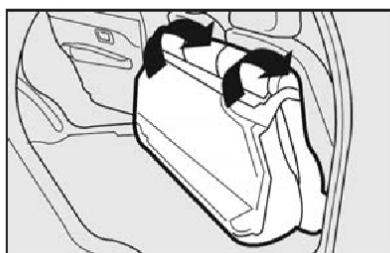

fig. 66
4) Rebater para a frente o encosto, passando os cintos pelos lados, até que este se apoie sobre o assento traseiro **fig. 66**.